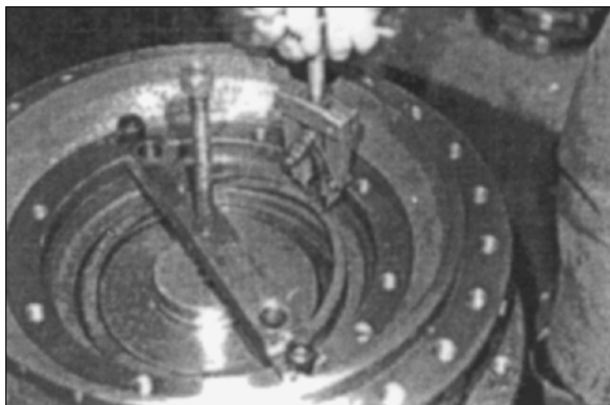

Рис. 68
6. Используя плоскогубцы, удалите стопорное кольцо из канавки ступицы. Рис. 68.